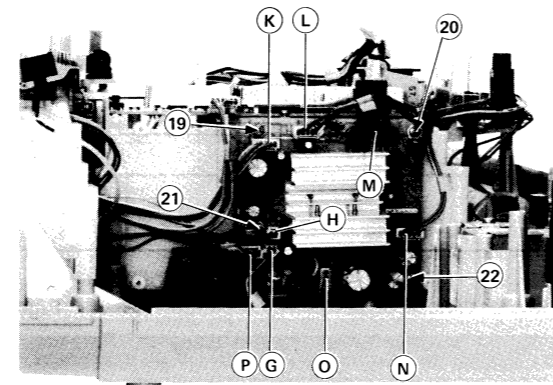

Figure 9-2
- 2) Pull out the sockets (K) to (P) connected to the power amplifier P.W.B. See Fig. 9-2.
- 3) Remove the screws (19) to (22) from the P.W.B., and take it off. See Fig. 9-2.
- 2) Die an die Endverstärker-Leiterplatte angeschlossenen Anschlüsse (K) bis (P) herausziehen. Siehe Abb. 9-2.
- 3) Die Schrauben (19) bis (22) von der Leiterplatte abschrauben und die Leiterplatte entfernen. Siehe Abb. 9-2.
- 2) Retirer les douilles (K) à (P) connectées à la plaquette de montage imprimé d'alimentation. Voir la Fig. 9-2.
- 3) Enlever les vis (19) à (22) de la plaquette de montage imprimé, et retirer celle-ci. Voir la Fig. 9-2.